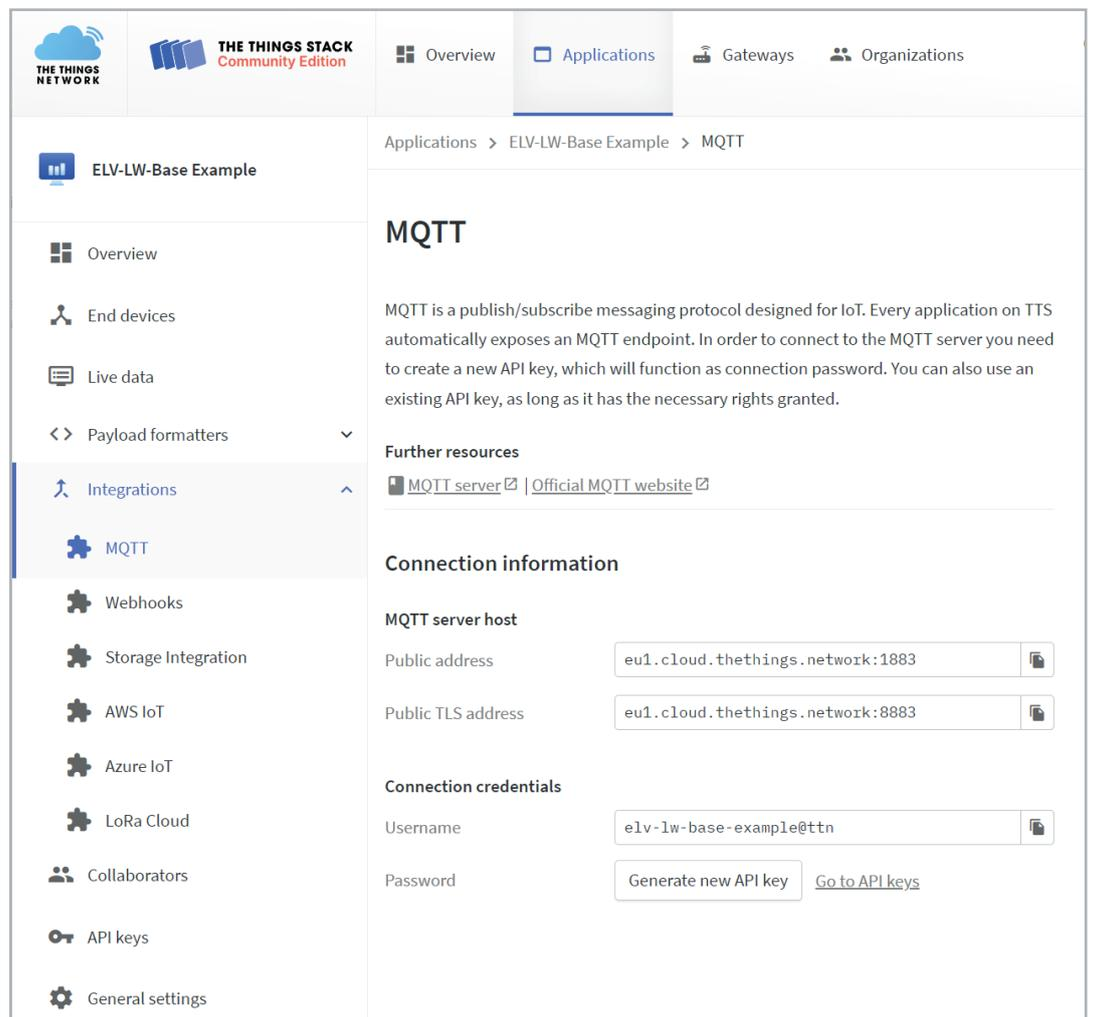

Bild 31: MQTT-Verbindungsdaten
Wir gehen dazu in unserer Application auf Integrations → MQTT. Hier sind alle grundlegenden Verbindungsdaten zu dem TTN-MQTT-Server bereits eingetragen. Zur Absicherung der Verbindung müssen wir zunächst aber noch einen API Key generieren und klicken dazu auf „Generate new API Key“ (Bild 31). Unmittelbar darauf erscheint der Key, den man gleich kopieren und sicher verwahren sollte.
- User Name: xxx@ttn (Username aus den MQTT Credentials bei TTN, Bild 31)